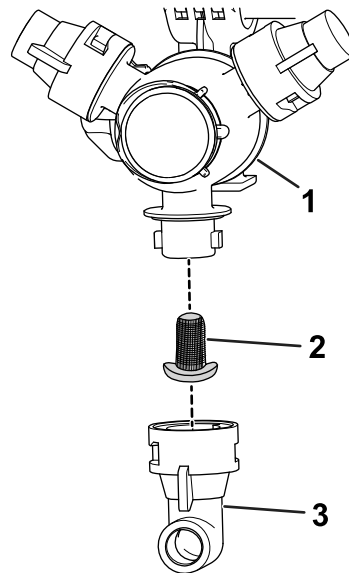

Figura 149
2. Retire la boquilla de la torreta de fumigación (Figura 149).
3. Retire el filtro de boquilla usado (Figura 149).
4. Instale el filtro de boquilla nuevo (Figura 149).
5. Instale la boquilla en la torreta de fumigación (Figura 149).